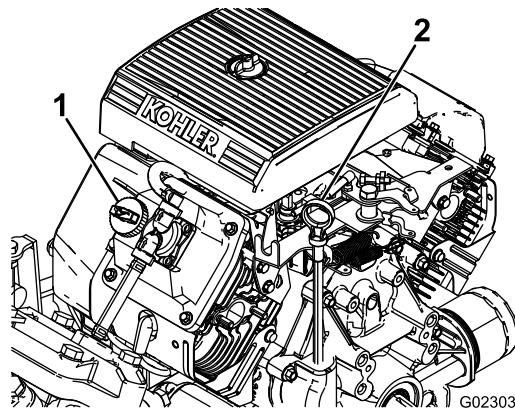

Рисунок 11
2. Выньте масломерный щуп и протрите его чистой ветошью (Рисунок 11).
4. Если уровень масла низкий, снимите крышку заливной горловины с крышки клапана (Рисунок 11) и залейте масло в отверстие до отметки FULL (Полный) на щупе; см. ПРАВИЛЬНЫЙ ТИП И ВЯЗКОСТЬ МАСЛА В . Замена масла в двигателе \(страница 55\)